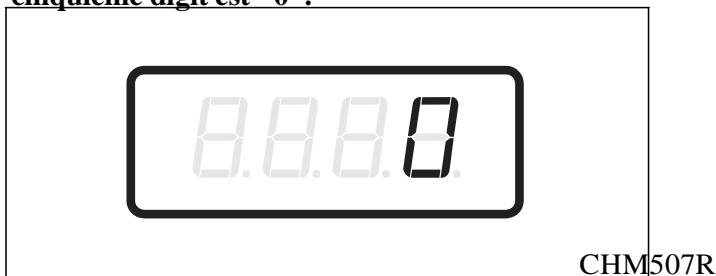

Figure 23
2. Lorsque "SA15" s'affiche, appuyer sur la touche DEMARRAGE (Enter). Le Prix de vente #5 de la vente spéciale A comprend cinq digits. Le cinquième digit s'affiche et clignote par intervalles d'une seconde. Se référer à la *Figure 23*.